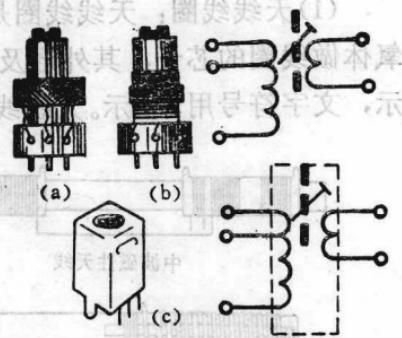

图1-9 振荡线圈的外形及符号
(2) 振荡线圈：振荡线圈是另一种高频电感器件，采用铁氧体做线圈的芯子，其外形及在电路中的符号如图1-9所示，文字符号用B表示。图中(a)、(b)分别是在塑料骨架上绕制的中波振荡线圈和短波振荡线圈。中波振荡线圈工作频率低，所需的电感量大，绕的圈数较多，容易产生较大的分布电容。为了减少分布电容的影响，常采用蜂房式绕法。(c)图中的线圈外面有一虚线框，表示该振荡线圈带有金属屏蔽罩。
(3) 中频变压器：中频变压器是中频电感器件，简称中周。中周的外形及在电路中的符号与图1-9(c)中带金属屏蔽罩的振荡线圈相同，文字符号用BZ表示。